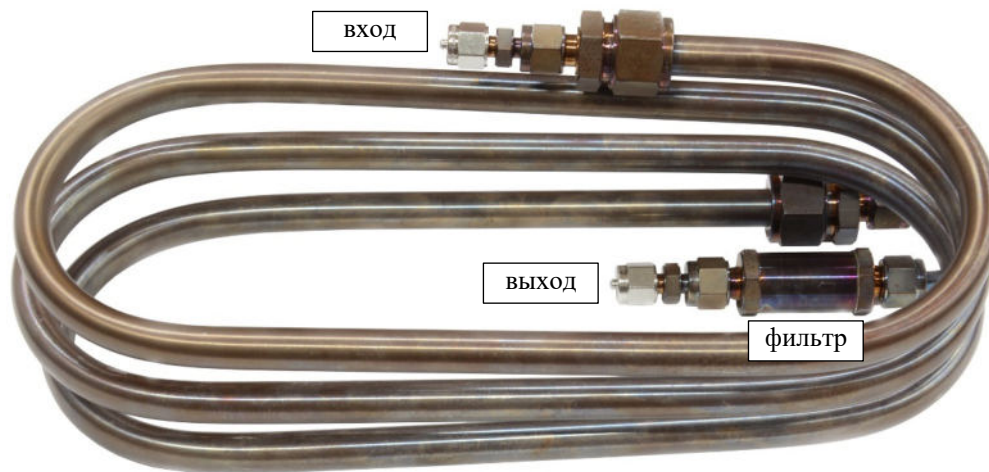

Рисунок 33 – Осушитель (вторая ступень системы подготовки сжатого воздуха с глубокой осушкой).
1.5. Модуль глубокой осушки (осушитель, вторая ступень, Рисунок 33) представляет собой адсорбционный осушитель, позволяющий осушать сжатый воздух, подготовленный первой ступенью до -90 °С и ниже.
- используя гаечный ключ на 12, подключите трубки с маркировкой «ВХОД ОСУШИТЕЛЯ» и «ВЫХОД ОСУШИТЕЛЯ» к соответствующим штуцерам на задней стороне генератора (фильтрующий элемент должен располагаться со стороны выхода осушителя – см. Рисунок 33);
- не дожидаясь стравливания давления из осушителя, сразу подключите трубки к штуцерам осушителя, как показано на рисунке ниже (Рисунок 33, на выходе осушителя имеется фильтр).